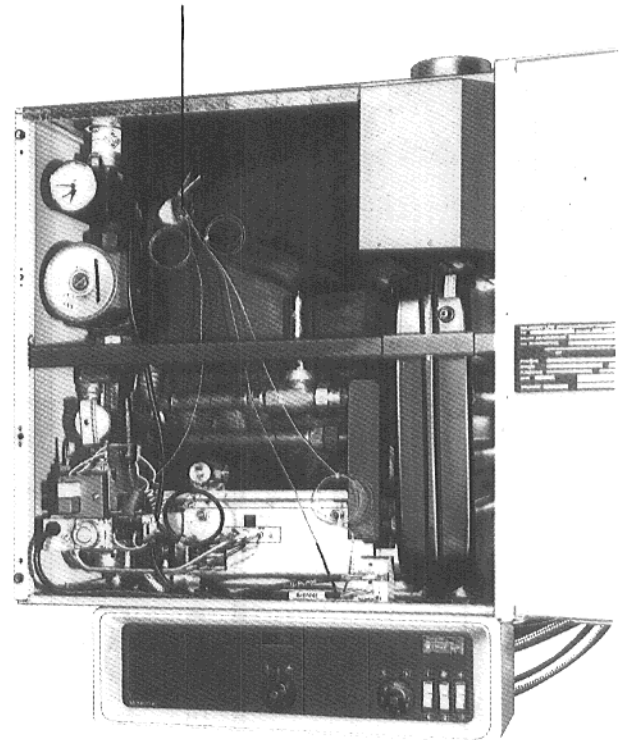

Abb. 44
1. Rundfühler von Temperaturwächter unten (Abb. 44).
2. Viertelkreisfühler von Kesselwasser-Temperaturregler und Sicherheitstemperturwächter links oben (Abb. 44).